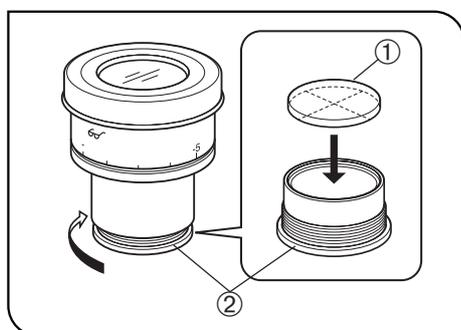

Fig. 15
4 Montage du disque micrométrique pour oculaire (Fig. 15)
Comme illustré à la Fig. 15, tourner le support ② intégré d'installation du disque micrométrique dans le sens de la flèche pour le retirer de l'oculaire et placer un disque micrométrique ① dans le support d'installation de sorte que la surface indiquant le modèle soit orientée vers le bas.